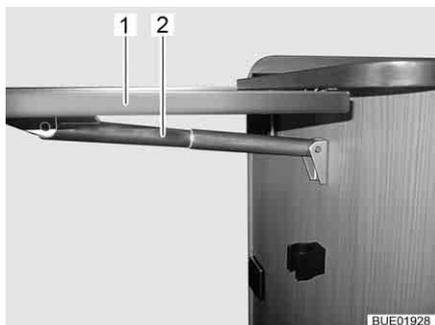

Bild 26 Klappbord till köksbänk
- Ta tag i klappbordet till köksbänk (Bild 26,1) undertill och dra det lätt ur spärrläget.
- Fäll upp bordsskivan tills teleskopfästets (Bild 26,2) fixering aktiveras. Släpp bordsskivan.